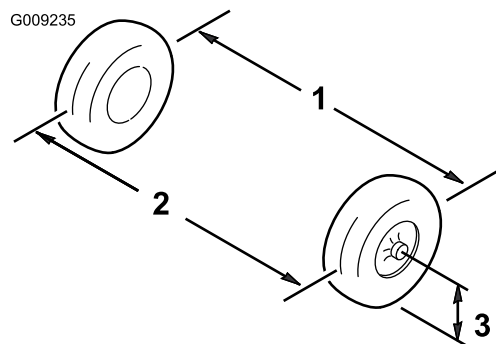

图 48
1. 以轮轴的高度为标准、分别测出两个前轮的轮前距离和轮后距离 (图 48)。